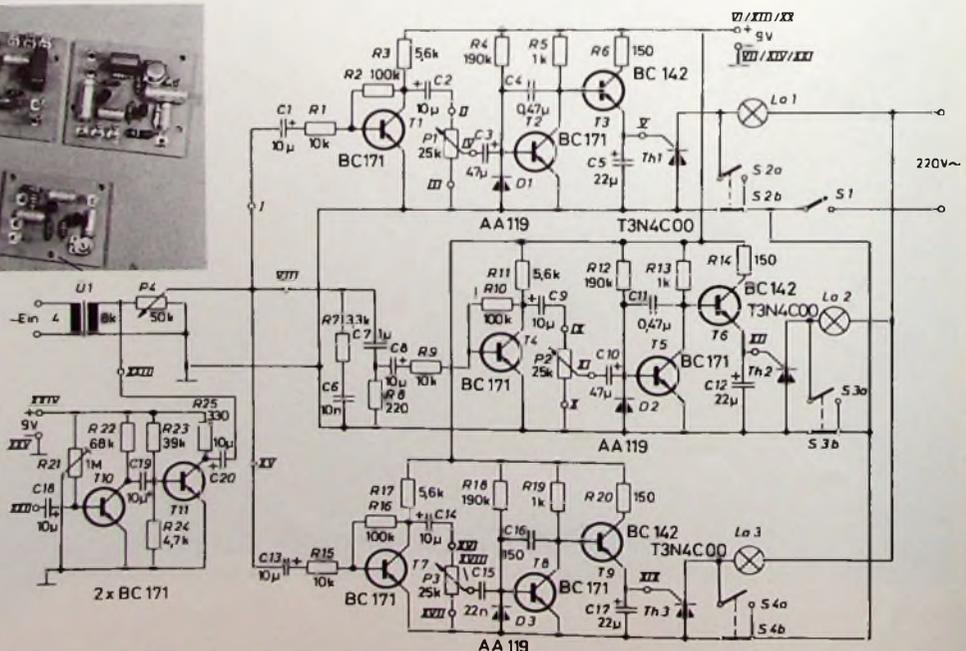

Bild 2 Schaltung der thyristorbestückten Dreikanal-Lichtorgel
*P4*, mit dem sich der Gesamtpegel der Eingangsspannung einstellen läßt (Bild 2). Vom Schleifer von *P4* wird das Signal den Eingängen der einzelnen Kanäle zugeführt. Sie sind bis auf die frequenzbestimmenden Glieder gleich aufgebaut. Deshalb genügt hier die Beschreibung der Schaltung eines Kanals.